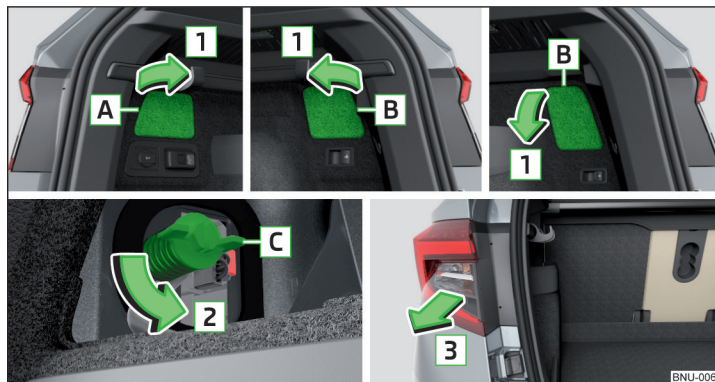

Fig. 343 Variante de deschidere a clapetei / demontarea lămpii
- Deschideți clapeta **A** sau **B** în sensul săgeții **1** » fig. 343. Variantele de deschidere a clapetei din partea dreaptă **B** sunt diferite, în funcție de echipare.
- Înșurubați șurubul **C** în sensul opus săgeții **2** » fig. 343.